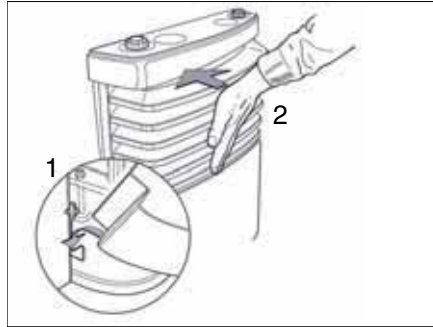

Fig. 108 Mettre en place le revêtement du chauffage
- Monter le revêtement du chauffage A cet effet, accrocher le revêtement dans les paliers inférieurs (Fig. 108,1).
- Faire basculer le revêtement jusqu'à ce que le levier de verrouillage se verrouille de manière audible (Fig. 108,2).